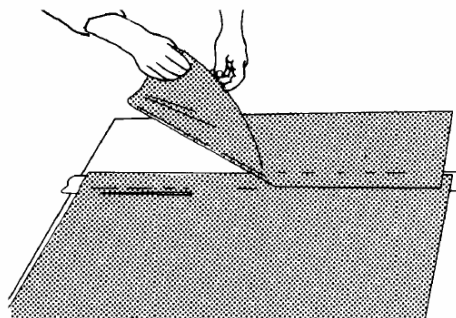

Рис. 9. Наклеивание второго листа пленки
6. Наклеить второй лист пленки, также закрыв направляющую рейку на всю ширину (Рис. 9).